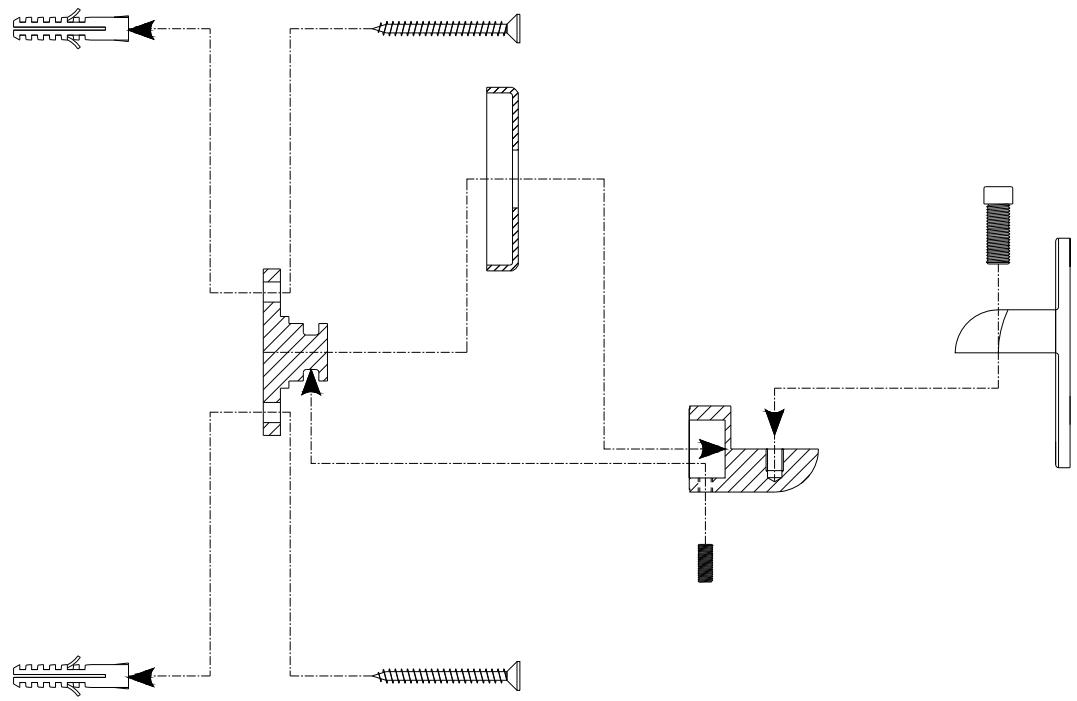

Fig. 2
3.2 Assemblare i supporti e fissarli al muro come descritto nella Fig. 2 utilizzando tasselli idonei alla tipologia della muratura ed in grado di sostenere a parete il radiatore. In dotazione vengono forniti tasselli D.8 mm per cemento armato. Le distanze e gli interassi di fissaggio dipendono dal modello acquistato. Seguire attentamente le misure riportate nel disegno e nella tabella di Fig. 1.
3.3 Agganciare il radiatore ai supporti tassellati a muro, appoggiandolo e fissandolo con le viti in dotazione come da Fig. 2. Assicurarsi che l'appoggio sia il
3.2 Assemble the supports and secure them to the wall as described in fig. 2 using plugs that are suitable to type of wall, and sturdy enough to anchor the radiator to the wall. The radiators are supplied as standard with 8mm diameter plugs for reinforced concrete. Fixing distances and centre distances depend on the model purchased. Comply with the measures shown on the drawing and listed in the table in fig. 1.
3.3 Hang the radiator from supports fastened to the wall with the plugs, and secure it with the screws supplied as standard as shown in fig. 2. Make sure that the supports are arranged as accurately as possible, if necessary, adjust the